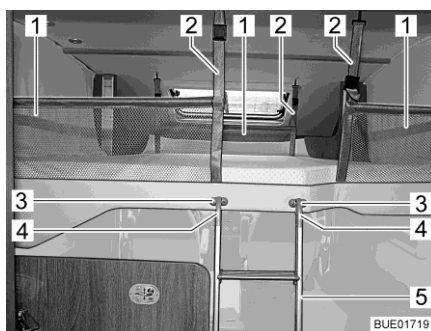

Bild 97 Hubbett mit aufgespanntem Sicherungsnetz
Die drei Sicherungsnetze (Bild 97,2) mit den Sicherungsgurten liegen im Hubbett unter der Matratze. Die Sicherungsnetze erst aufspannen, wenn sich die Personen bereits im Hubbett befinden.
- Sicherungsgurte (Bild 97,1) in die Haken an der Decke einhängen.
- Beide Bügel (Bild 97,4) der Aufstiegsleiter (Bild 97,5) in die Halterungen (Bild 97,3) einhängen.
- Aufstiegsleiter (Bild 97,5) aus den Halterungen (Bild 97,3) aushängen.